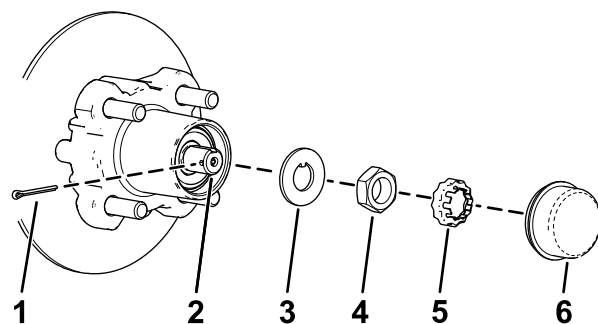
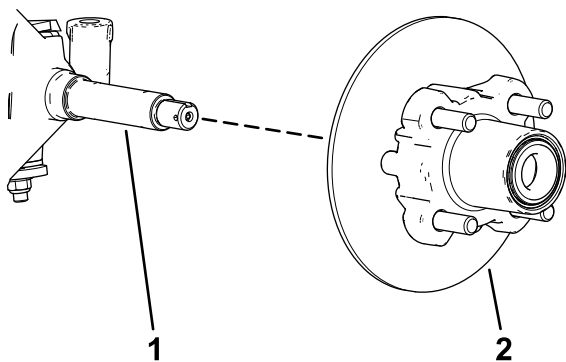

Figura 29
Figura 30
4. Retire o tampão antipoeira do cubo (Figura 29).
5. Retire o contrapino e o retentor da porca do eixo e porca do eixo (Figura 29).
6. Retire a porca do eixo do eixo e afaste o conjunto do cubo e o rotor do eixo (Figura 29 e Figura 30).